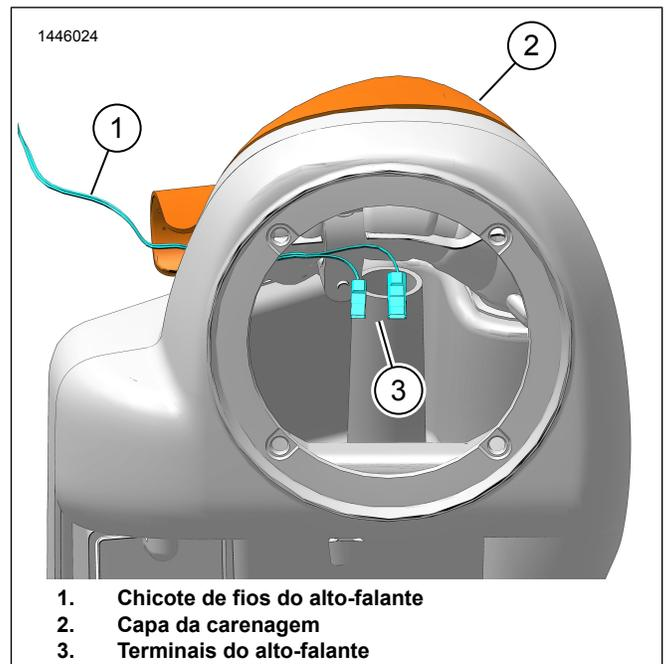

Figura 12. Passagem do chicote de fios
- Veja a figura 12. Oriente os terminais do alto-falante (3) pelo anel isolante na carenagem inferior.